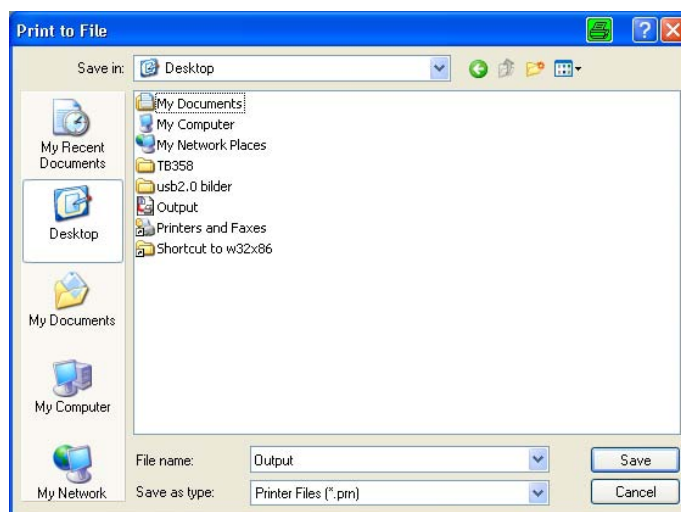

Abbildung 65: Dialogfeld „Ausgabe in Datei umleiten“
- Wählen Sie einen Dateinamen und einen Speicherort zum Speichern der Druckdatei aus. Verwenden Sie den Standarddateityp „.prn“ (Abkürzung für „printable file“) (siehe Abbildung 65).